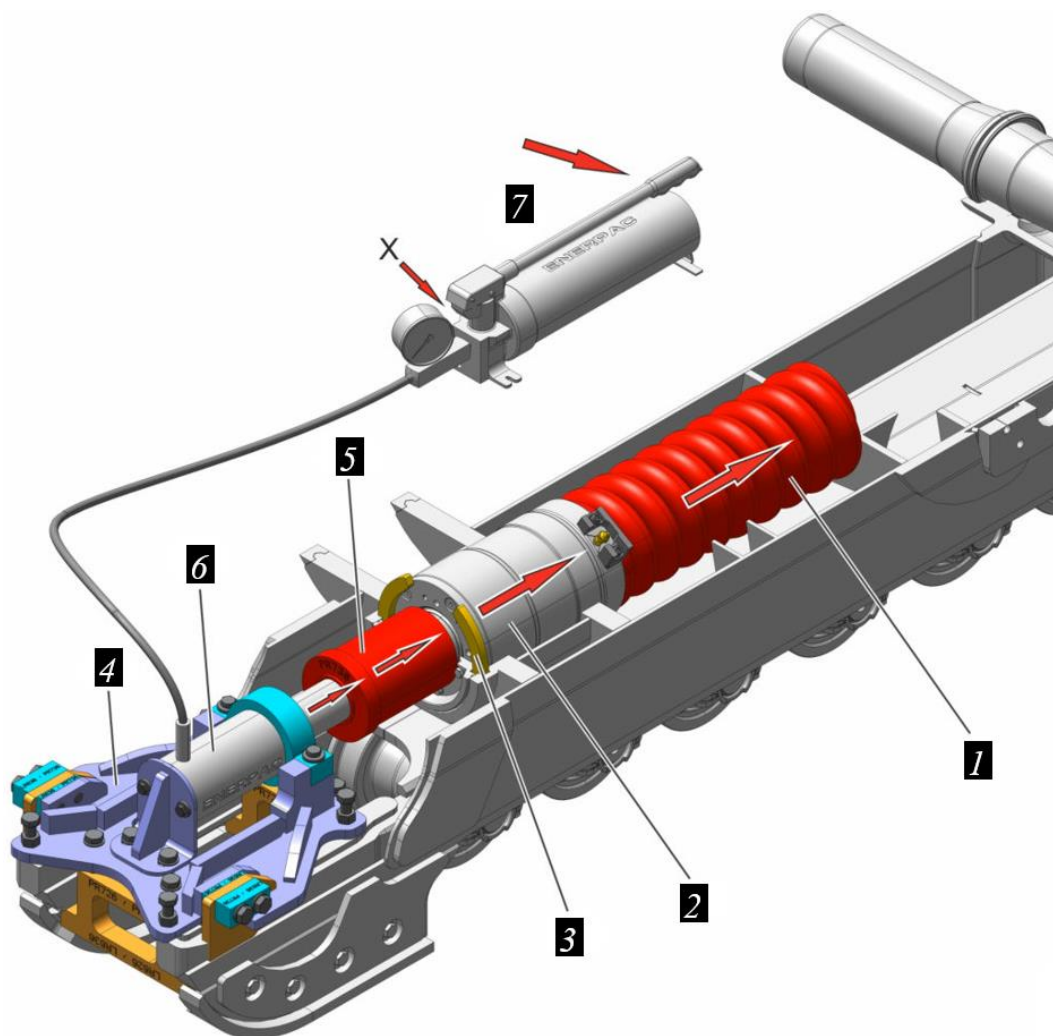

Рисунок 12.22. Извлечение механизма натяжения
- ▶ Задействовать гидравлический насос 7, рис. 12.22.
- ▷ Механизм натяжения 2 и пружина 1, рис. 12.22, перемещаются внутрь.
- ▶ Повышать давление гидравлическим насос, пока расстояние между рамой ходовой части и механизмом натяжения 2 будет достаточно для демонтажа трех фиксаторов 3, рис. 12.22.
- ▶ Извлечь фиксаторы 3, рис. 12.22.
- ▶ После извлечения фиксаторов 3 медленно снизить давление на гидравлическом насосе 7 путем задействования разгрузочного клапана Х, рис. 12.22.
- ▶ Промежуточная деталь 5 и механизм натяжения 2 будут вытолкнуты из рамы ходовой части под воздействием предварительного натяжения пружины 1, рис. 12.22.
- ▶ Как только пружина 1 полностью разгрузится, демонтировать промежуточную деталь 5 и набор монтажных инструментов 4, рис. 12.22.
Категорически запрещается извлекать механизм натяжения 2 вперед, потянув за него, рис. 12.22!
► Механизм натяжения 2, рис. 12.22, необходимо демонтировать путем выдавливания из корпуса ходовой части по направлению назад через пружину 1, но не извлекать, вытягивая вперед.
- При необходимости замены пружины 1, рис. 12.22, (например, вследствие поломки) следует извлечь ее из рамы ходовой части подходящим вспомогательным инструментом.
Перед монтажом механизма натяжения 2, рис. 12.22, необходимо обратить внимание на следующее: